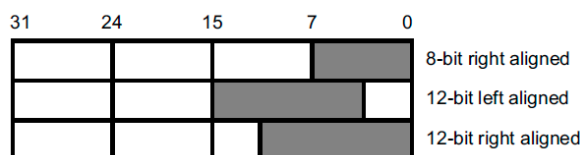

Figura 5 – Alinhamento de dados com um único canal do DAC.
- Para utilização de apenas um único canal, existem três possibilidades, conforme mostrado na Figura 5: